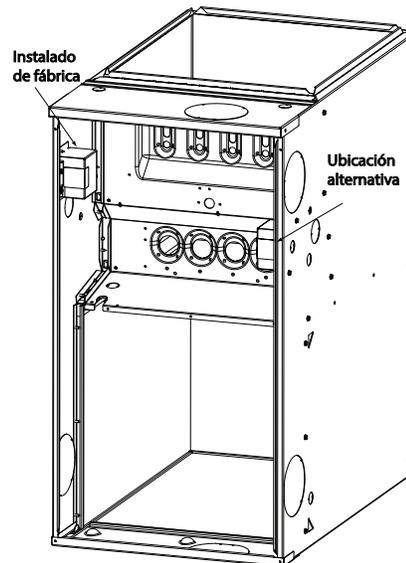

Fig. 26 – Reubicación de la caja de conexiones
1. Retire y guarde los dos tornillos que sujetan la caja de conexiones. (Consulte la Fig. 26).
- NOTA:** No es necesario quitar la tapa de la caja de conexiones de esta para poder moverla. NO quite el tornillo verde de conexión a tierra que se encuentra dentro de la caja de conexiones. (Consulte la Fig. 26).
4. Retire y guarde los dos tornillos que sujetan la caja de conexiones. (Consulte la Fig. 26).